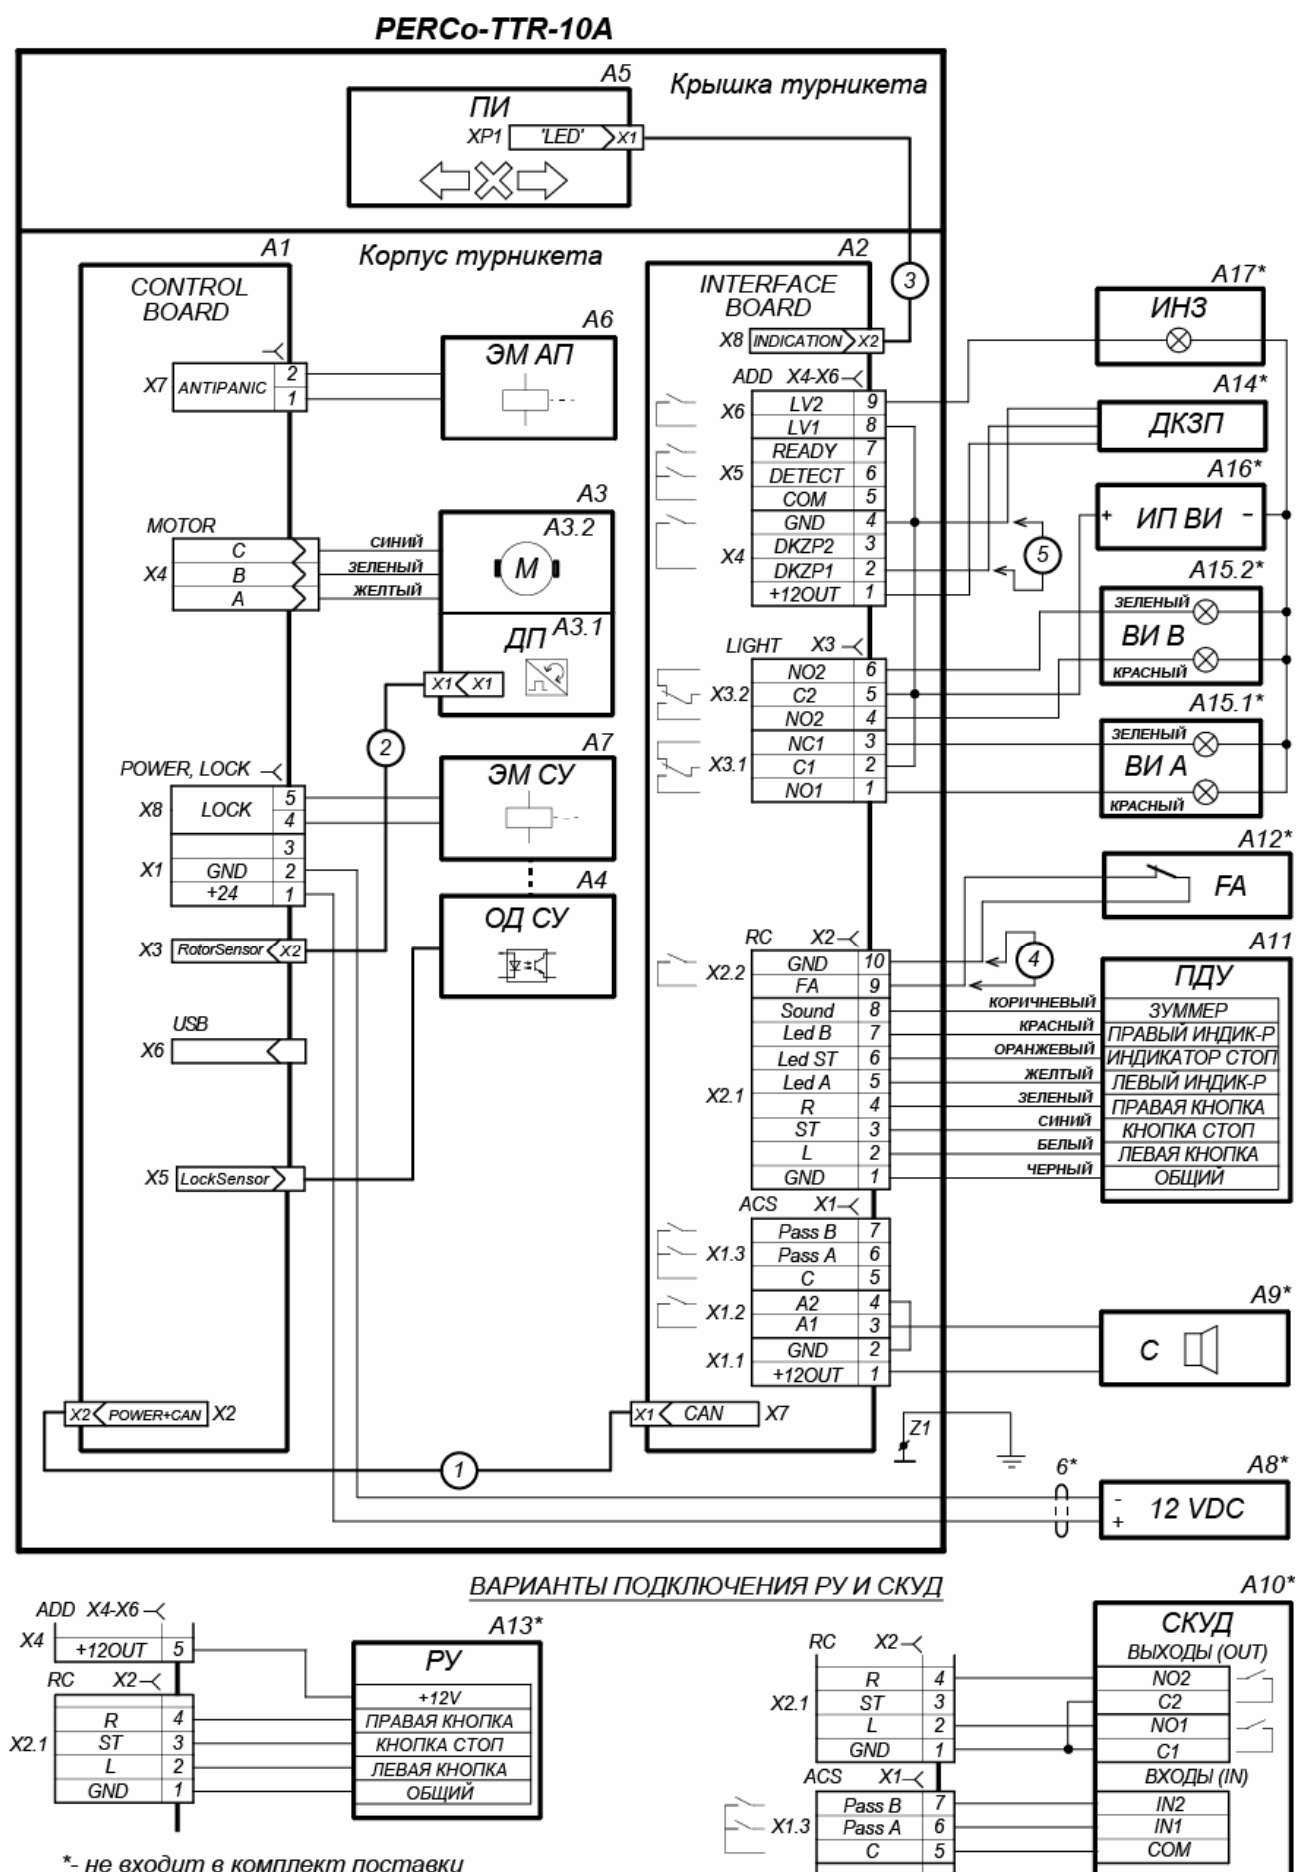

Рисунок 18. Схема электрическая соединений
Схема подключения турникета приведена на рис. 18. Расположение клеммных колодок на платах управления (9) и интерфейса (10) указано на рис. 6 и 7. Используемые при монтаже кабели и их максимальная длина указаны в разд. 8.3. Рекомендации по подготовке установочной поверхности и организации зоны прохода приведены в разд. 8.1. При монтаже турникета придерживайтесь следующей последовательности действий:
7. Подключите кабель питания от источника питания турникета к клеммной колодке **X1** платы управления (9). Подключите провод заземления к точке заземления (13) (см. рис. 18). Для удобства подключения открутите на несколько оборотов два винта фиксации по бокам платы интерфейса и отодвиньте ее на себя до упора.
8. Подключите кабель ПДУ (устройства РУ или контроллера СКУД) к клеммной колодке **X2** платы интерфейса (см. рис. 18).
9. Произведите при необходимости монтаж и подключение дополнительного оборудования: ДКЗП и сирены; устройства *Fire Alarm*; выносных индикаторов и др. (см. рис. 18).
10. Проверьте правильность и надежность всех электрических соединений в соответствии со схемой на рис. 18. Задвиньте плату интерфейса на место и закрутите винты фиксации. Аккуратно уложите и закрепите все подключенные кабели на горизонтальной полке с отверстиями стяжками из комплекта поставки.